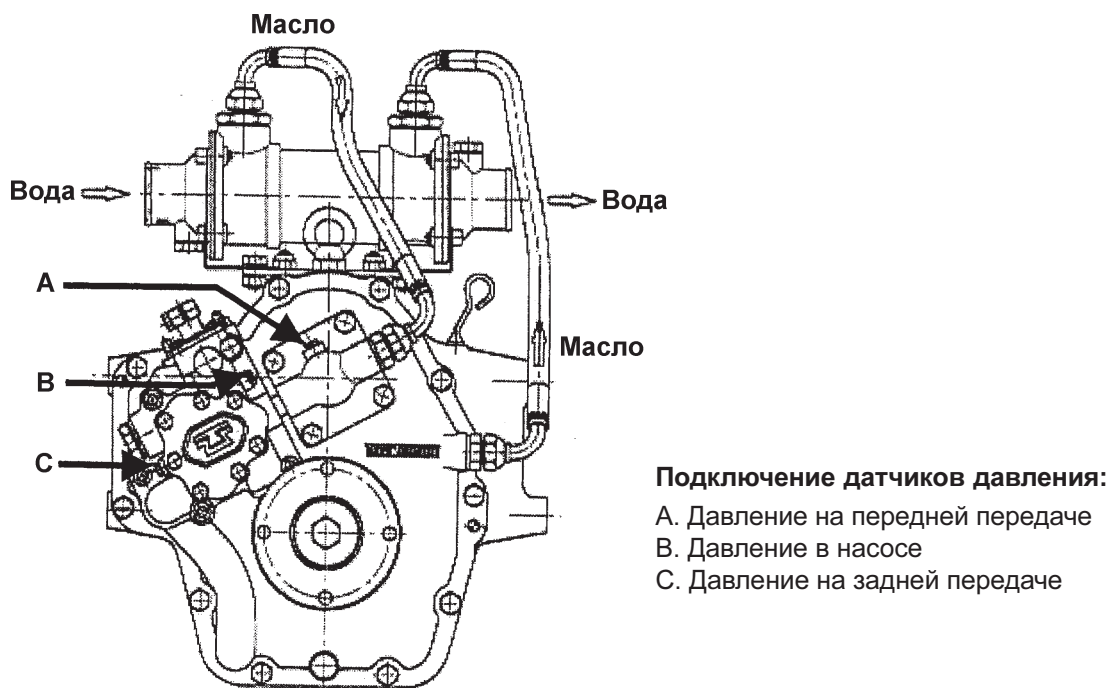

Рис. 1. Схема подключения теплообменника и датчиков давления
- Схема подключения теплообменника показана на рис. 1.
- Давление масла при 1000 об./мин и температуре 60°C составляет 20–22 Бар. Расположение отверстий для датчиков давления показано на рис. 1 (А — для передней передачи, В — для задней передачи).